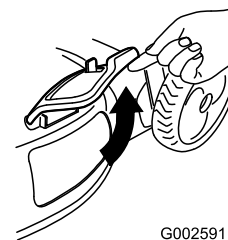

Figure 20
2. Soulevez et ouvrez le volet d'éjection latérale (Figure 20).